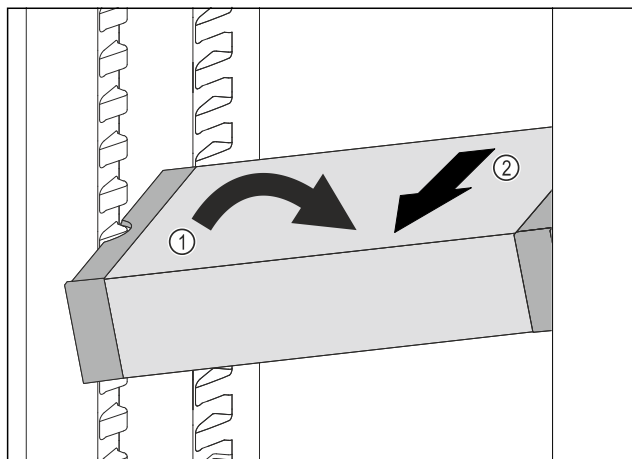

Fig. 129
- ▶ Plasser VarioSafe skrått i kjøleskapet. Fig. 129 (1)
- ▶ Ta ut VarioSafe ved å trekke den forover. Fig. 129 (2)